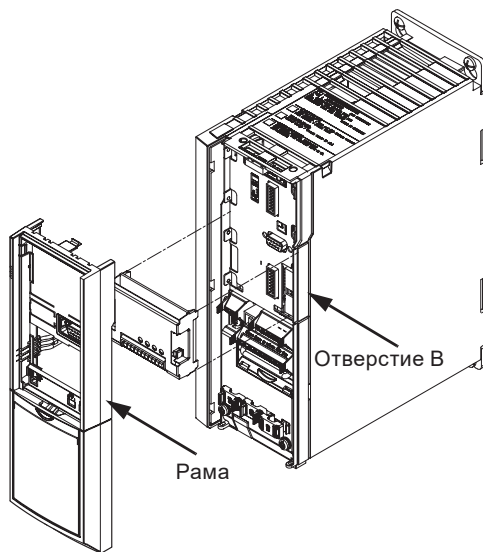

Рис. 48 Корпусы А2, А3 и В3
2. Снимите панель управления, крышку и раму с CUE. См. рис. 48.